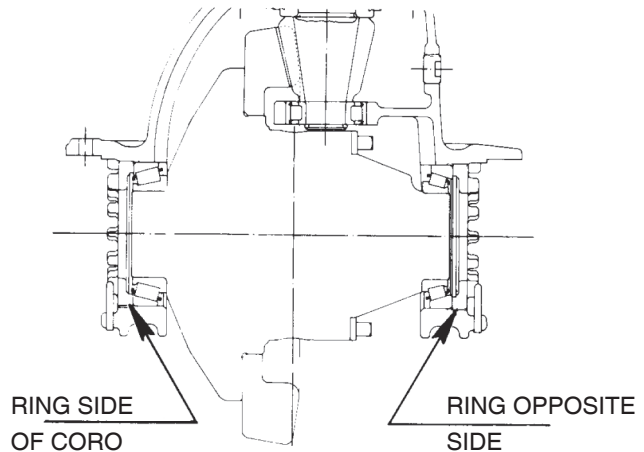

Figura 88
- Montaje de la Caja de los Satélites/Ajuste del Acoplamiento. (figura 88)